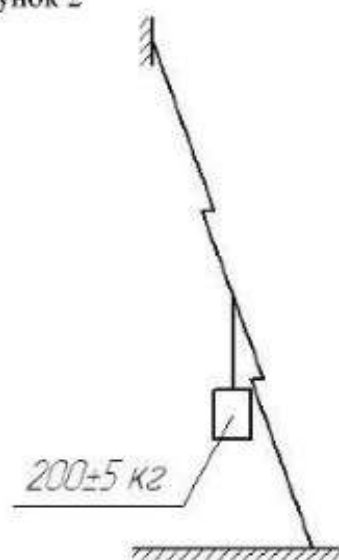

Рисунок 4
- нагружения полностью выдвинутой и установленной под углом  $75^\circ$  к горизонту лестницы посредством подвешивания к ступеньке (вплотную к тетивам) посередине длины лестницы груза массой  $200 \pm 5$  кг (рисунок 4).